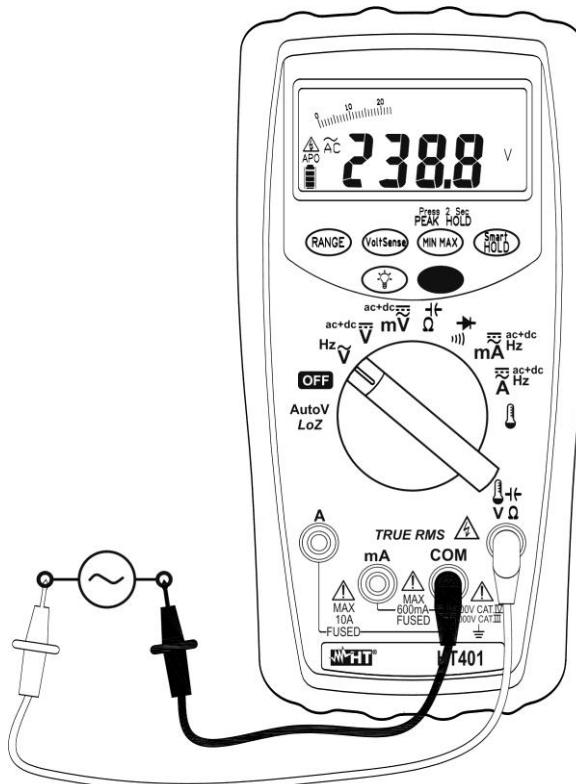

Fig. 3: Uso dello strumento per misura di Tensione AC
4. Inserire il cavo rosso nel terminale di ingresso **A** e il cavo nero nel terminale di ingresso **COM** (vedere la Fig. 3).